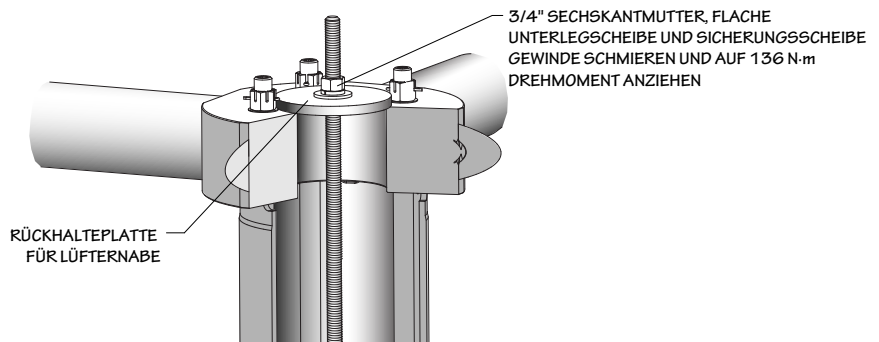

Abbildung 7
- 7–Montieren Sie die obere Halteplatte, die flache Unterlegscheibe und die Sicherungsscheibe wie in Abbildung 7 auf Seite 8 gezeigt. Tragen Sie Gewindeschmiermittel auf das Edelstahlgewinde auf und ziehen Sie die Haltemutter mit einem Drehmoment von 81 Nm (60 ft-lb) fest.